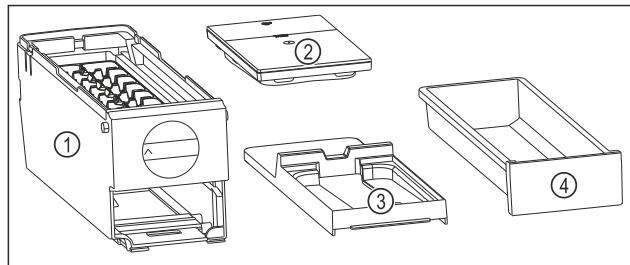

Fig. 143 Sestavni deli modula EasyTwist-Ice
- Modul EasyTwist-Ice je razstavljen na štiri dele. (glejte Fig. 143)
- Modul EasyTwist-Ice razstavite le na prikazane sestavne dele. (glejte Fig. 143)
- Glavni del EasyTwist-Ice Fig. 143 (1) očistite kot celoto.